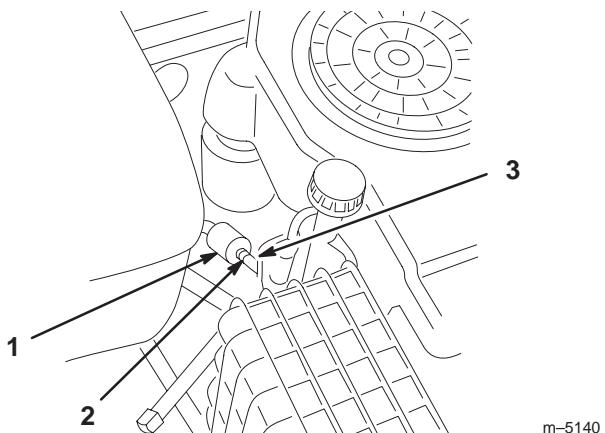

Figure 24
- Desserrez le collier de serrage au niveau du filtre à carburant et repoussez-le le long de la conduite d'alimentation pour l'éloigner du filtre (Fig. 24).
- Débranchez la conduite d'alimentation du filtre (Fig. 24).
- Raccordez la conduite d'alimentation au filtre. Rapprochez le collier de serrage du filtre pour fixer la conduite d'alimentation (Fig. 24).
- Pincez les extrémités des colliers et faites glisser ceux-ci pour les éloigner du filtre (Fig. 24).
- Posez un filtre neuf et rapprochez les colliers de fixation du filtre (Fig. 24).